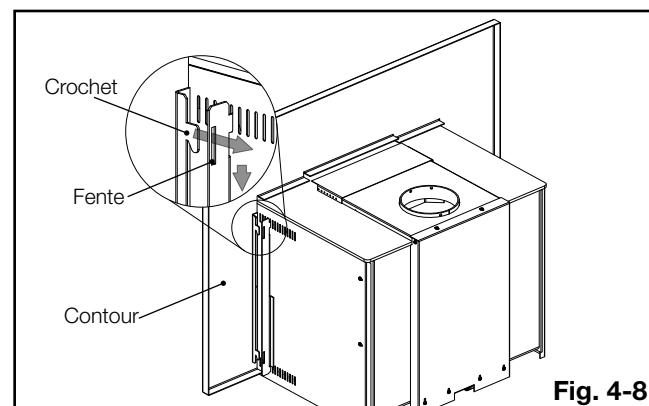

Fig. 4-8
- B.** Placez les crochets sur le contour dans les fentes dans les supports précédemment installés en étape A (**Fig. 4-8**).